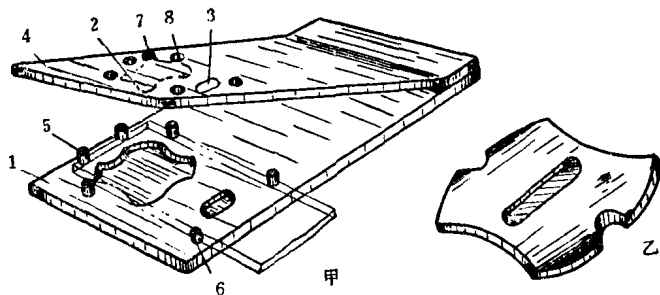

图19 冲孔落料顺序模（甲）及其冲裁件（乙）
6. 冲孔落料顺序模 为了提高冲裁的工作效率，可以采用同时冲孔和落料的薄板冲模。这类冲模分两种结构形式：即冲孔落料顺序模和冲孔落料复合模。冲孔落料顺序薄板冲模的结构如图 19，由下列零件组成：有两个孔的凹模 1（大孔是用来从条料上